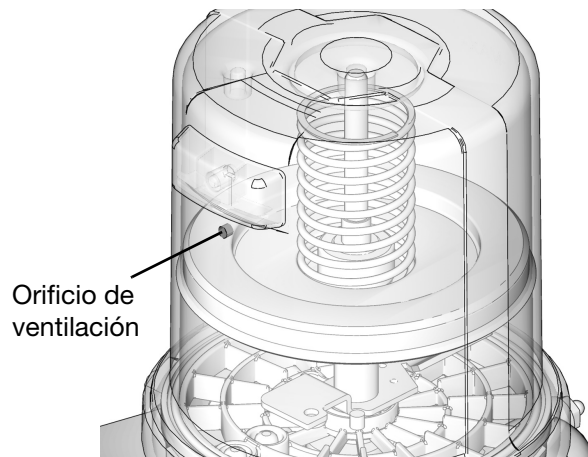

FIG. 26
3. Llene el depósito con grasa hasta que la junta del plato seguidor sobrepase el orificio de ventilación (FIG. 26) y se haya expulsado la mayor parte de aire del depósito.